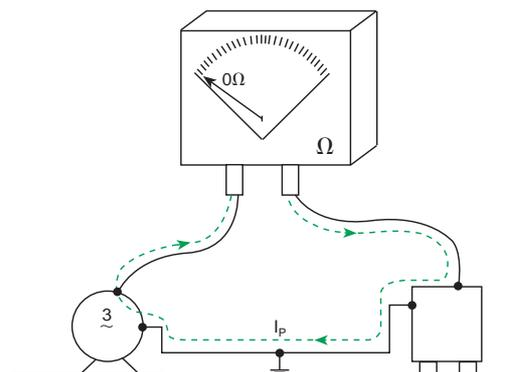

Fig. 5.4. Medida del aislamiento del bucle de tierras.
■ **Es necesario el aseguramiento de la continuidad del bucle de cables de tierra**, prestando especial interés en las conexiones de los receptores al circuito de tierras. Ver **fig. 5.4**. Debe comprobarse mediante ohmímetro el grado de continuidad que presenta el circuito de tierras y sus conexiones a las masas metálicas, deben efectuarse mediciones periódicas anotándose el valor de la resistencia observando su evolución en el tiempo. En caso de que aumente excesivamente deben tomarse las medidas correctoras necesarias.